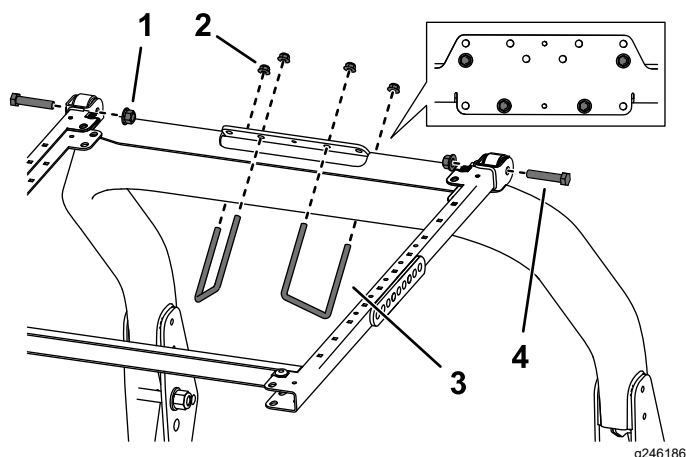

Bild 38
6. Befestigen Sie die Befestigungshalterung des Überrollschutzes an der Oberseite des Überrollbügels der Zugmaschine (Bild 38). Stellen Sie sicher, dass der Überrollbügel in der Befestigungshalterung des Überrollschutzes zentriert ist.
7. Befestigen Sie die Befestigungshalterung des Überrollschutzes mit zwei U-Bügeln ($3\frac{1}{2}$ " x 5") und vier Bundmutter in den in Bild 38 abgebildeten Befestigungslöchern an der Oberseite des Überrollbügels.